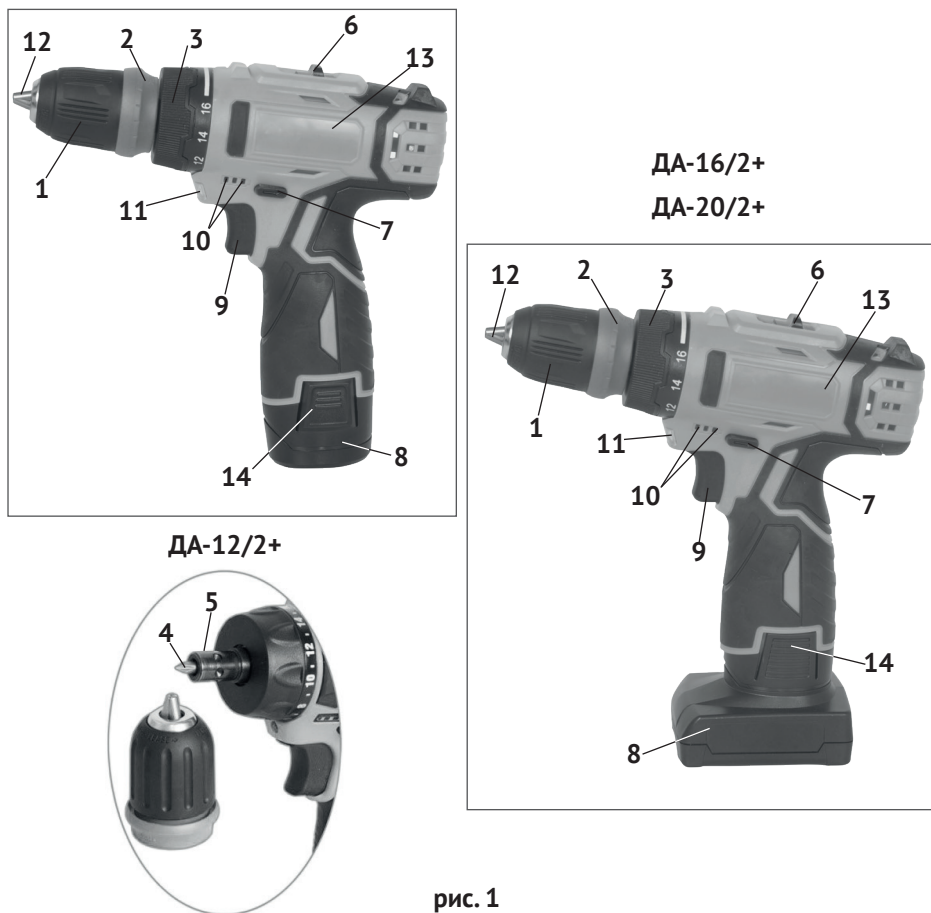

рис. 1
## 1.6 Общий вид дрели представлен на рис.1
1.7 Механизм дрели расположен в обрешиненном пластиковом корпусе (рис.1 поз.13), состоящем из двух частей: правой и левой. Он состоит из электродвигателя постоянного тока и редуктора с планетарным 2-х скоростным меха-
1.8 Клавиша выключателя (рис.1 поз.9) расположена в передней части рукоятки. При нажатии на клавишу включается двигатель дрели. Усилие, приложенное к клавише, изменяет скорость вращения двигателя. При запуске двигателя автоматически включается светодиодный фонарь (рис.1 поз.11), обеспечивающий локальную подсветку рабочей области, и индикаторы (рис.1 поз.10), отображающие степень заряженности подключённой АБ.
Над клавишей выключателя находится переключатель реверса (рис.1 поз.7), пластинчатой формы. В нейтральном положении он выполняет функцию блокиратора клавиши от случайного включения. Стрелками на торцах пластины, указывается направление вращения патрона (рис.1 поз.1).
1.9 Сверху на корпусе расположен ползунок (рис.1 поз.6) переключения диапазона скорости, имеющий два фиксированных положения: 1 (L) – низкая скорость, высокий момент; 2 (H) – высокая скорость, низкий момент.
1.10 В передней части корпуса расположено кольцо регулировки (рис.1 поз.3). Это кольцо фиксирует одну из 16-и, позиций предельного момента затяжки, при работе дрелью, как шуруповёртом, или переключает редуктор в режим сверления – символ «сверло».
**Внимание!** Перед установкой/извлечением аккумуляторной батареи отключить инструмент, установив переключатель направления вращения (рис.1 поз.7) в среднее положение (блокировка клавиши выключателя).
- вставить аккумуляторную батарею в рукоятку дрели (снизу-вверх) и задвинуть её до фиксации защёлками (рис.1 поз.14) с характерным щелчком;
- отключить двигатель (при отключённом двигателе шпиндель автоматически стопорится) и перевести переключатель реверса (рис.1 поз.7) в положение блокировки клавиши выключателя;
- для включения дрели необходимо нажать и удерживать клавишу выключателя (рис.1 поз.9);
- в среднем положении переключатель направления вращения (рис.1 поз.7) блокирует клавишу выключателя, исключая случайное включение дрели;
### 2.2.5 Функции регулировочного кольца (рис.1 поз.3):
На регулировочное кольцо (рис.1 поз.3) нанесены символы: от «1» до «16» - 16 фиксированных положений предельного момента затяжки и символ «дрель». Установка режима работы и предельного момента затяжки осуществляется совмещением нужного символа на кольце со стрелкой на корпусе дрели.
- выставив ползунком переключателя (рис.1 поз.6) диапазон 1(L) получаем при низком числе оборотов (300 об/мин) высокий показатель крутящего момента. Этот режим применяется при закручивании шурупов, винтов, саморезов и болтов больших размеров;
- при установке диапазона 2(H) получаем максимальное число оборотов (1250 об/мин), но меньший показатель крутящего момента. При данном режиме работаем в режиме сверления или закручивания/выкручивания мелкого крепежа.
- повернуть кольцо регулировки (рис.1 поз.3) в положение «сверло»;